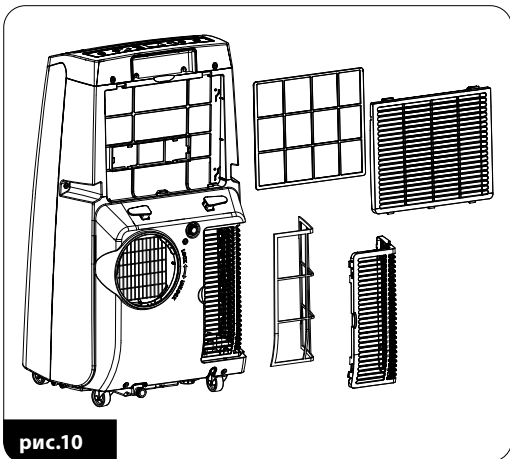

рис.10
2. Чистите фильтры каждые 2 недели или чаще (если эффективность кондиционера падает). Фильтры находятся с внутренней стороны решеток входа воздуха (8) и (13). Чистите их следующим образом:
- с задней части корпуса кондиционера снимите с защелок верхнюю (13) и нижнюю (8) решетку входа воздуха, а с внутренней стороны решеток снимите фильтры (рис. 10), осторожно поддевая защелки (выполняйте эти действия очень аккуратно, чтобы не повредить фильтры и решетки)